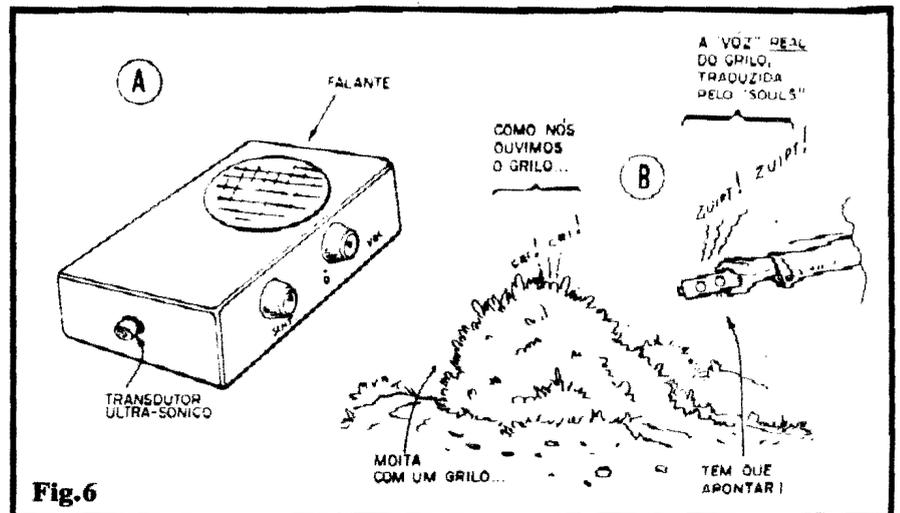
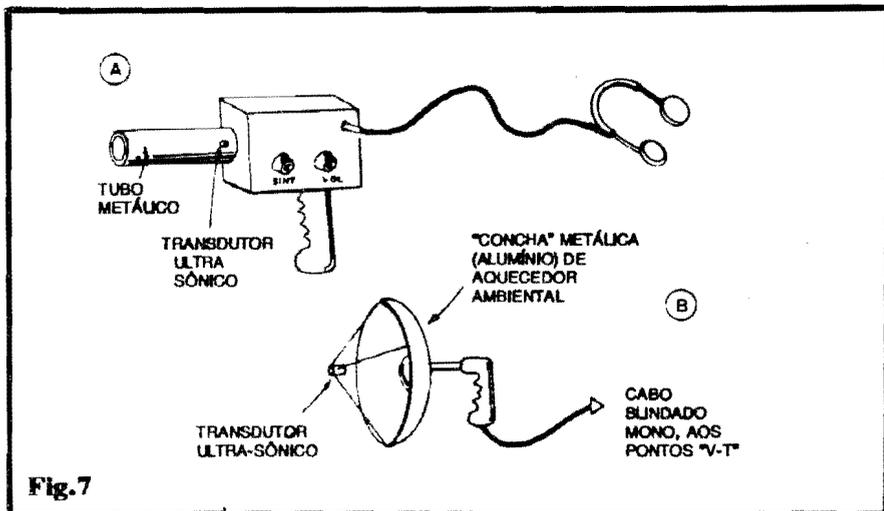

Fig.6
Fig.7
- - Tubos "concentradores", parábolas, cornetas exponenciais, manoplas, etc., destinados a dar mais direcionalidade e sensibilidade (além de facilidades no manuseio) ao SOULS, em aplicações mais avançadas (ver fig. 7 e TEXTO respectivo...)
- FIG. 6-A - A CAIXA... - A idéia geral de "encaixamento" e acabamento para o SOULS é dada na figura... Num *container* retangular e não muito "alto", uma das faces principais pode ser ocupada unicamente pelo alto-falante (este deve ser pequeno, porém, de preferência não do tipo "micro", já que o rendimento sonoro é também dependente de um certo diâmetro mínimo...). O transdutor ultra-sônico deve projetar-se do centro de uma das faces menores da caixa, de modo que seja fácil ao operador "apontar" o dito sensor na direção que pretende "escutar" (detalhes mais adiante). Finalmente, numa das laterais maiores, podem ficar os dois potenciômetros (VOLUME e SINTONIA), lembrando que o "liga-desliga" da alimentação está incorporado ao controle de VOLUME... Quem quiser incorporar um jaque para fone de ouvido, poderá instalá-lo na face menor oposta à ocupada pela cápsula ultra-sônica...
- FIG. 6-B - ESCUTANDO O... "INESCUTÁVEL"... - São muitas (surpreendentemente muitas...) as manifestações sonoras em ultra-sons, presentes - por exemplo
- FIG. 7 - APERFEIÇOANDO A CAPTAÇÃO DO SOULS - Ultra-sons, diferentemente dos sons em Frequência mais baixas (audíveis...) são nitidamente **direcionais**, ou seja: sua energia é mais ou menos concentrada, num feixe cônico a partir da fonte... É por isso que torna-se necessário **apontar** o transdutor (mesmo porque **este também tem** seu espectro de sensibilidade num diagrama bastante direcional...). Podemos nos aproveitar dessa característica dos ultra-sons (e do transdutor...) para otimizar o funcionamento do SOULS, dotando-o de tubos, campânulas, parábolas, cornetas, etc., sempre dispostos no sentido de concentrar a captação sobre a cápsula piezo... Algumas das idéias básicas, que podem ser desenvolvidas e pesquisadas pelos **Leitores/Hobbyistas**, estão nos itens A e B da figura... No primeiro exemplo, um tubo metálico, de diâmetro não muito pequeno, acomoda o transdutor no seu fundo (ao centro do dito fundo...), de modo que, apontando-se a "boca" do tubo para a área a ser "escutada", os eventuais ultra-sons encontrem um natural caminho de concentração... O tubo pode ser fixado à própria caixa do circuito (conforme fig. 6-A) e, se esta for dotada de uma manopla na sua face inferior, o manuseio ficará bastante confortável... Na segunda possibilidade, uma "concha" metálica, do tipo normalmente utilizada nos aquecedores ambientais baratos, é usada como "lente acústica", refletindo e concentrando os ultra-sons provenientes de uma grande área frontal, sobre o transdutor fixado no seu "ponto focal"... Notar que a face sensível da cápsula piezo deve, nesse caso, ficar voltada "para dentro", apontada para o "fundo da concha"... Tal conjunto poderá ser dotado de uma manopla (na "tra-